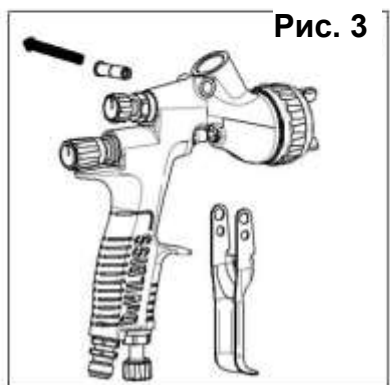

Рис. 3
2. Извлеките палец пускового устройства (40) и снимите пусковое устройство (39) (см. рис. 3).